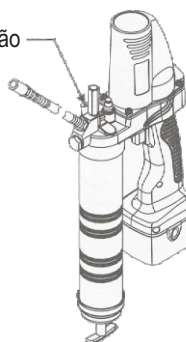

Fig. 7
2. Ajuste o plugue Fig. 7 com a tomada da bomba de enchimento.